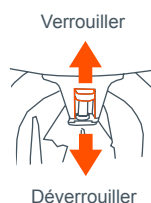

Fig. 12b
• Levez le levier roue pour engager le verrou et poussez le levier vers le bas pour dégager le dispositif de verrouillage (Fig. 12b).